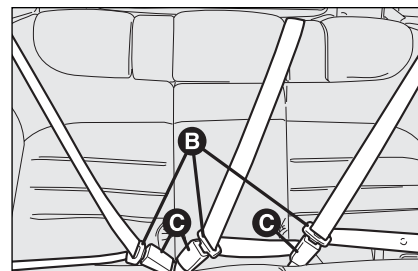

fig. 100
- ☐ pour les versions avec le siège arrière non coulissant, avant d'effectuer le rabattement du dossier, ancrer les languettes **B-fig. 100** des ceintures de sécurité dans les branches appropriées des boucles **C**;